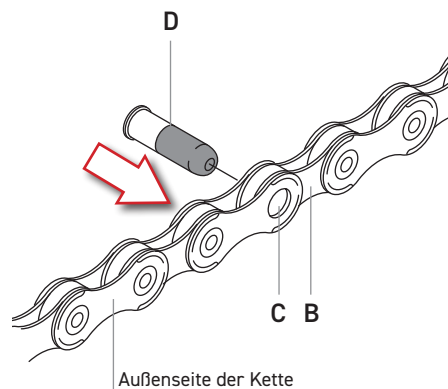

Abb.8
- Setzen Sie das innere Kettenglied (B - Abb. 8) in das äußere Kettenglied (C - Abb. 8) ein, führen Sie dann von der Innenseite der Kette her nach außen den Führungsstift des Verschlussnietes (D - Abb. 8) in das Loch des Kettenglieds ein.